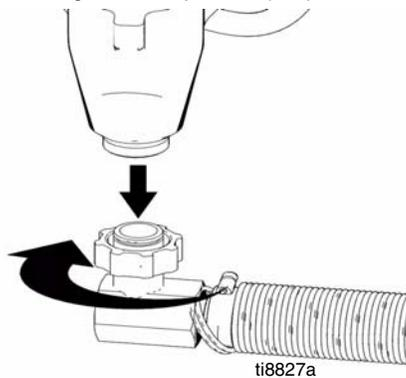

FIG. 13
3. (Fig. 13) Retire la manguera de aspiración (114).